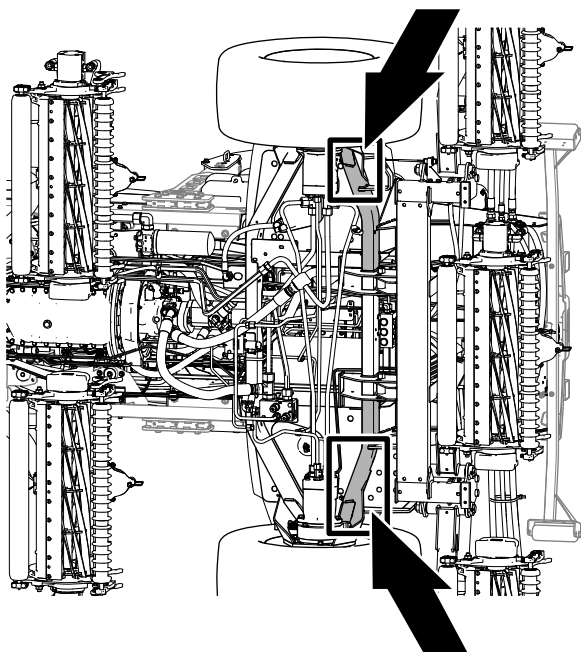

Figure 99
- Avant de la machine – sur le cadre, devant les moteurs d'entraînement des roues (Figure 99).